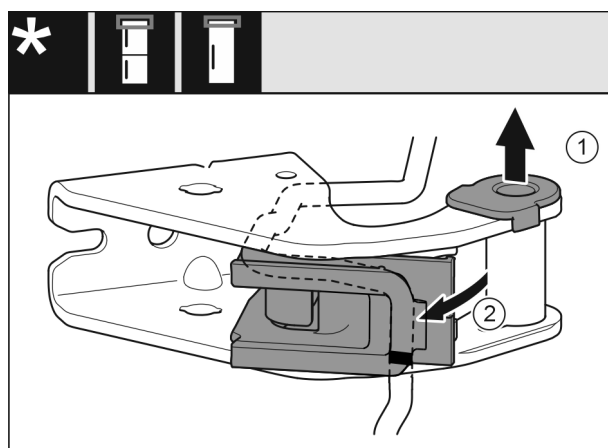

Fig. 26
- Izvucite čahuru ležaja iz vodilice. Fig. 26 (1)
- Zakrenite držač kabela prema van. Fig. 26 (2)